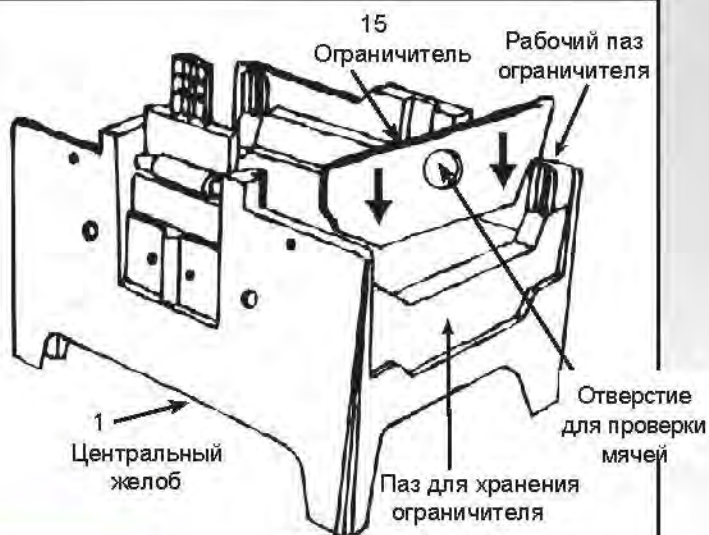

РИС. 8
Для выполнения функций (1) и (2) ограничители устанавливаются в соответствующие пазы на вершине центрального желоба. Если ограничители не используются, установите их в положение для хранения – по бокам центрального желоба (см. рис. 8).